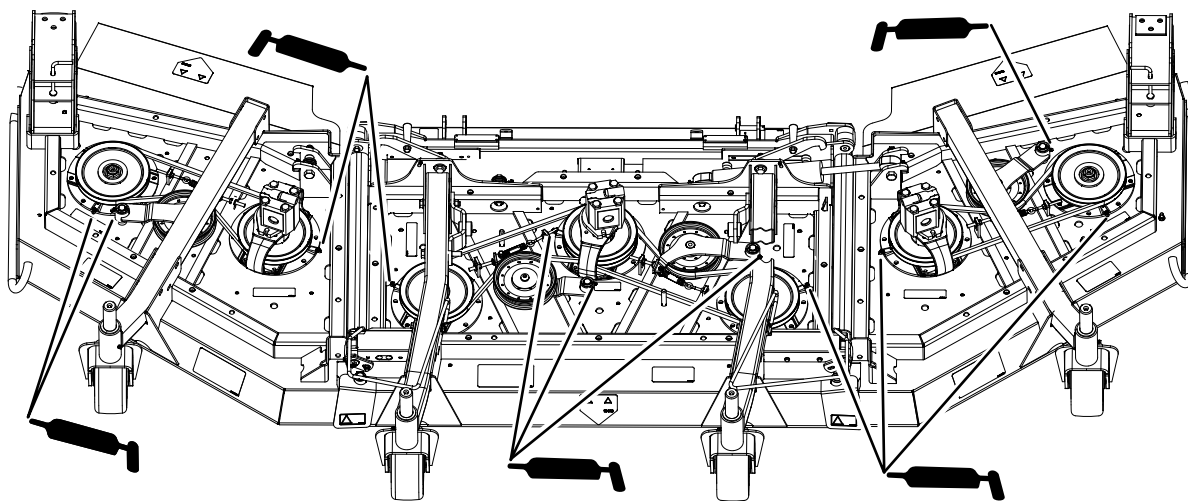

図 81
- スピンドルシャフトのベアリング3ヶ所プーリの下 図 81。
- アイドラームのピボットのブッシュ2ヶ所 図 81